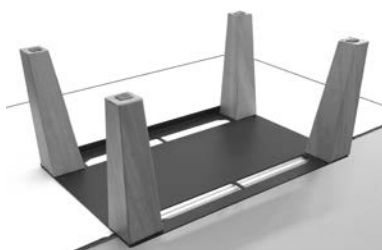

Fig. 29 - Coloque la base y las patas
- Apoye la base sobre un plano (con el pliegue hacia arriba) y colóquese encima de las patas (véase **Fig. 29**).